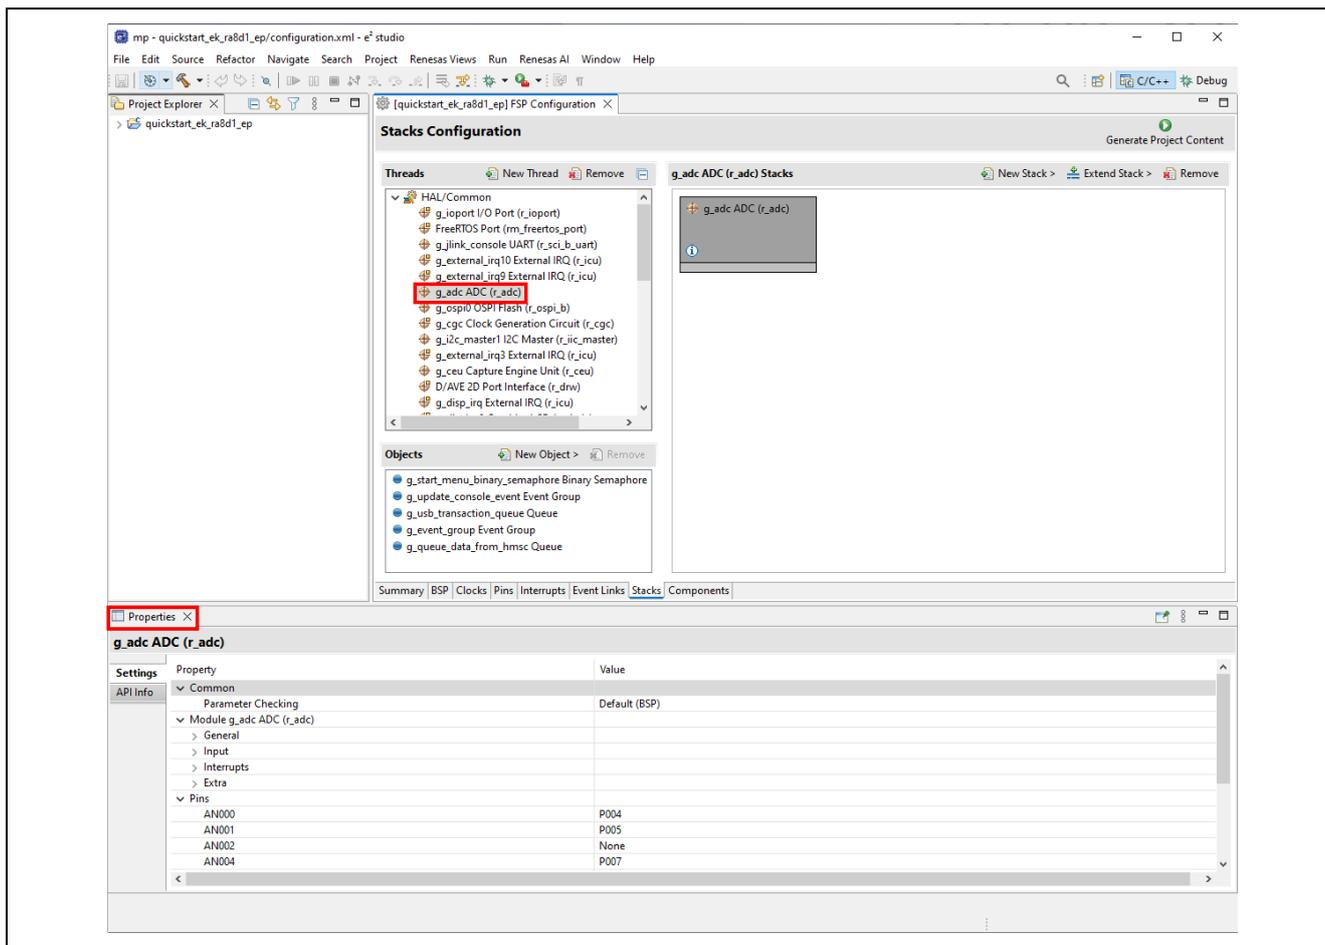

図 46. 構成設定の変更
- たとえば、コンフィギュレータの [Stacks] タブで、ユーザはモジュールをクリックして選択し、必要に応じて **Properties** [プロパティ] タブで構成設定を変更できます。図 46 は構成設定の変更を示しています。